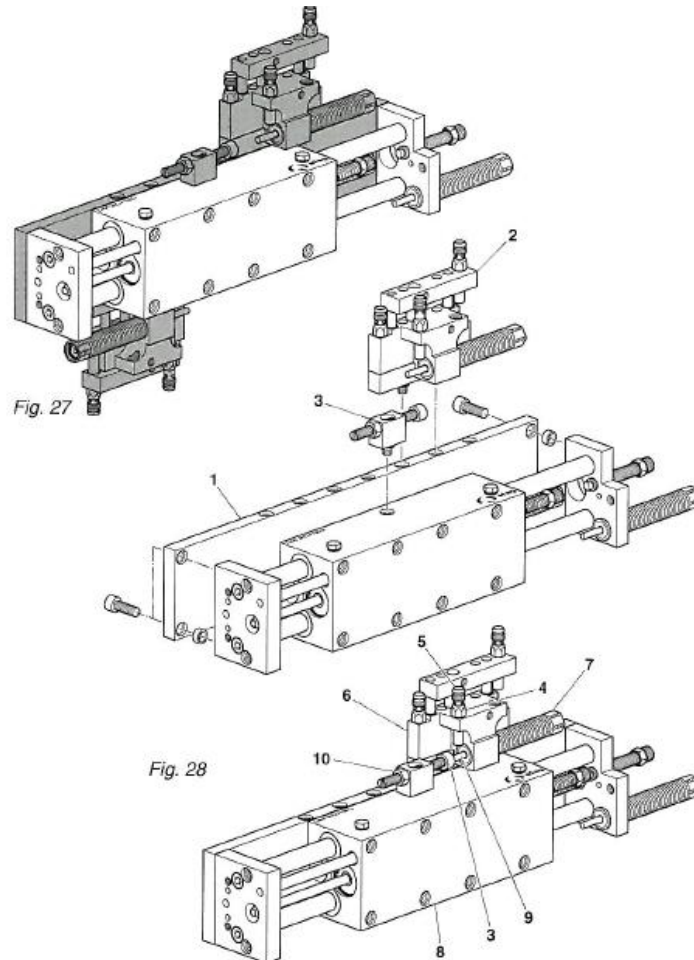

Abb. 15 Anbau Zwischenanschlag
1. Basisplatte (Abb. 15, 1), Zwischenanschlag (Abb. 15, 2) und Anschlagschraube (Abb. 15, 3) einsetzen.
2. Initiatorhalter (Abb. 15, 4) lösen und Initiator (Abb. 15, 5) entfernen.
3. Den Schlitten (Abb. 15, 6) zusammen mit dem Stossdämpfer (Abb. 15, 7) in der unteren Position halten. Das Gehäuse (Abb. 15, 8) der LM 20/25 Linearführung bis Begrenzung in Richtung Stossdämpfer (Abb. 15, 7) verschieben. Der Stossdämpferstift (Abb. 15, 9) wird dabei von der Anschlagschraube (Abb. 15, 3) in den Stossdämpfer hineingedrückt.
4. Mutter (Abb. 15, 10) der Anschlagschraube lösen und Position durch Feinjustieren der Anschlagschraube festlegen. Danach Anschlagschraube (Abb. 15, 3) mit Mutter (Abb. 15, 10) sichern.